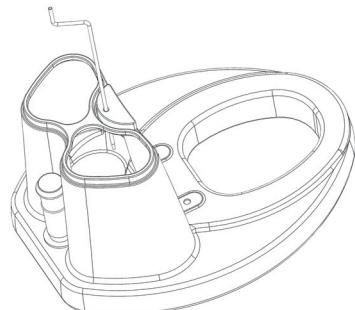

рис. 3
6. Проденьте привод разбрасывателя сквозь отверстие в верхней части корпуса туалета (рис. 3).